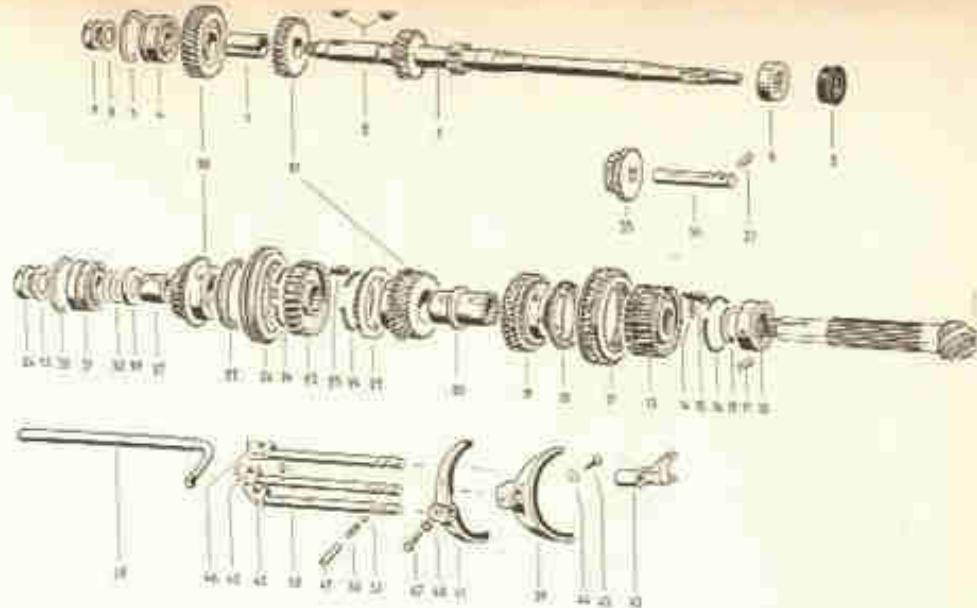

Fig. 7-J — Componentes internos da caixa de mudanças
— Retira-se o eixo da engrenagem de marcha-a-reverse, preso por um pino, (37, da fig. 7-J) e depois a engrenagem.
**Desmontagem da árvore primária.** — As referências são feitas em relação a fig. 7-J. O rolamento de agulhas (6) se retira a mão. Para se retirar a porca (9) prende-se a árvore em um torno. O rolamento (4) e a engrenagem da 4.a (28) se retiram com auxílio da prensa VW 400 em combinação com as ferramentas VW 401 e VW 408. A bucha espaçadora (7) se retira com uma chave de fenda. Para se extrair a engrenagem da 3.a usa-se a prensa VW 400, em combinação com as ferramentas VW 401, 409, 421 e 431.
**Árvore secundária e peças anexas.** — A fig. 7-J também mostra a árvore secundária e a desmontagem desse conjunto torna-se mais fácil com auxílio de ferramenta VW 314, para apoio da árvore secundária. Naturalmente, todas as engrenagens, rolamentos e buchas só podem ser desmontados pela extremidade da porca, pois na outra se encontra o pinhão que é solidário com a árvore. Assim, retira-se a porca e todas
as engrenagens, sincronizadores e buchas e os dois rolamentos, na sequência mostrada pela fig. 7-J.